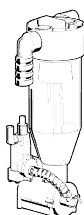

Fig. 6
**Mini-Separador automático con bomba de drenaje:** utilizable para una sola consulta, capacidad 1,0 litros, funcionamiento continuo, fig. 6.